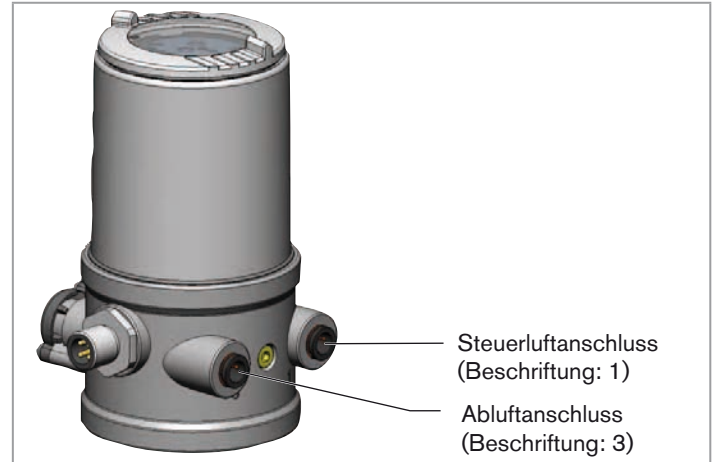

Bild 8: Pneumatischer Anschluss
- Das Steuermedium an den Steuerluftanschluss (1) anschließen (3 ... 7 bar; Instrumentenluft, öl-, wasser- und staubfrei).
- Die Abluftleitung oder einen Schalldämpfer an den Abluftanschluss (3) montieren (siehe „Bild 8: Pneumatischer Anschluss“).